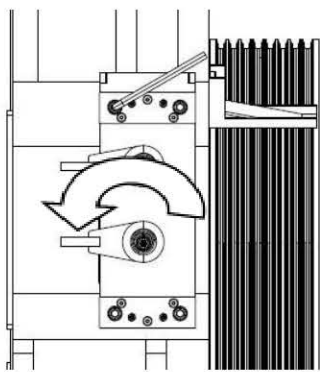

图 4-2-1 转动紧固螺栓示意图
- 1. 松紧固螺栓：逆时针转动紧固螺栓（图 4-2-1）（松开紧固螺栓后方可松动导向螺栓）；